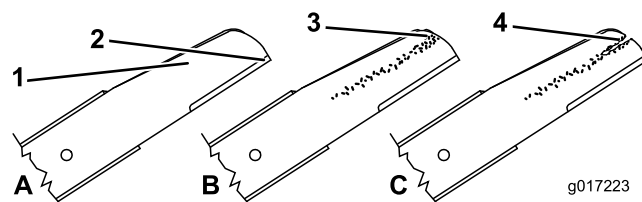
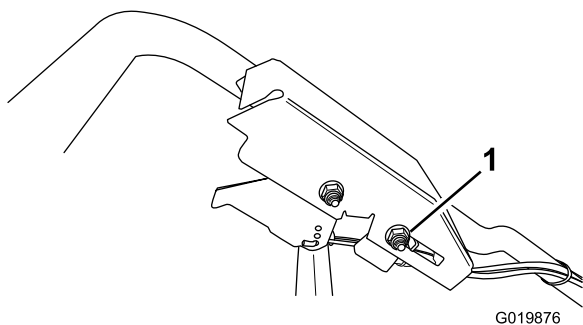

Figura 34
Figura 42
1. Inspeccione los filos de corte (Figura 34). Si los filos de corte no están afilados o tienen muescas, retire las cuchillas y haga que las afilen o cámbielas.
2. Inspeccione las cuchillas, especialmente la parte curva (Figura 42). Si observa cualquier daño o desgaste, o la formación de una ranura en esta zona (Figura 34), cambie las cuchillas inmediatamente por cuchillas nuevas.
2. Afloje la tuerca del soporte del cable (Figura 42).